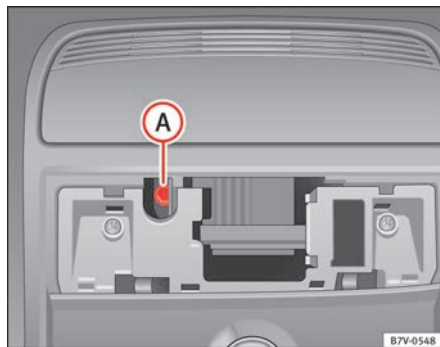

Fig. 194 Parafuso Allen para fechar o tecto de abrir panorâmico.
- Introduzir uma chave Allen comum¹⁾ de tamanho 4 mm no parafuso Allen ⇒ Fig. 194 **A**.